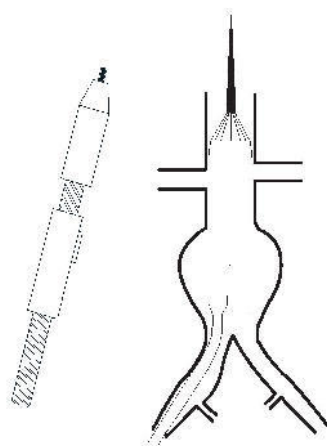

Рис. 6. Развертывание короткой ветви стент-графта AAA
- ✧ Медленно развернуть стент-графт. Удерживать переднюю ручку системы доставки неподвижно, после чего начать поворачивать ручку ползункового захвата против часовой стрелки, чтобы медленно выполнить развертывание стент-графта. Продолжать до тех пор, пока не будет развернута короткая ветвь (Рис. 6).